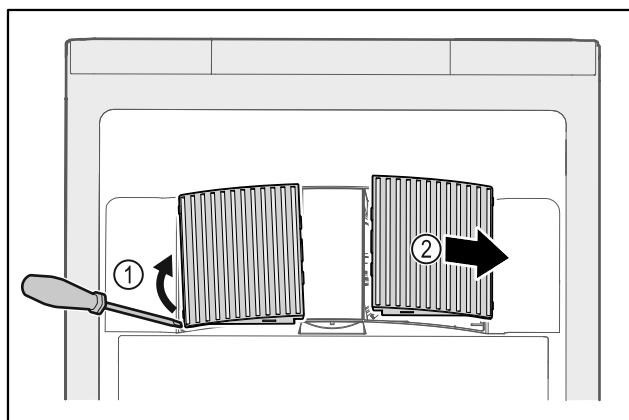

Fig. 148
- Внимателно повдигнете капациите на вентилаторите отстрани Fig. 148 (1) и ги свалете напред Fig. 148 (2).